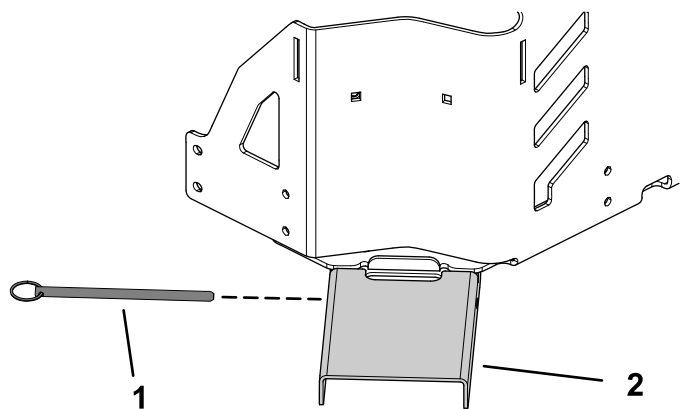

Figur 1
1. Fest grabben til motorvernet med to flenshodebolter (5/16 x 3/4 tomme) og to flensmuttere (5/16 tomme), som vist i Figur 1.